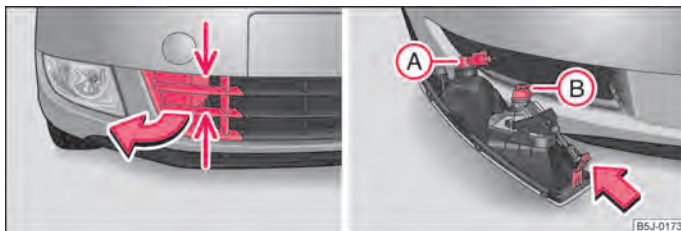

Fig. 156 Bara de protecție față: Grilaj de protecție/demontarea proiectoarelor de ceață
- Apucați grilajul de locurile marcate cu săgeți ⇒ fig. 156 din stânga și scoateți-l.
- Introduceți mâna în deschizătura în care se afla grilajul și apăsați dispozitivul de prindere cu arc ⇒ fig. 156 în dreapta.
- Rotiți conectorul (A) cu lampa pentru lumina de zi, respectiv conectorul (B) cu lampa proiectoarelor de ceață până la opritor înspre stânga și extrageți-l.